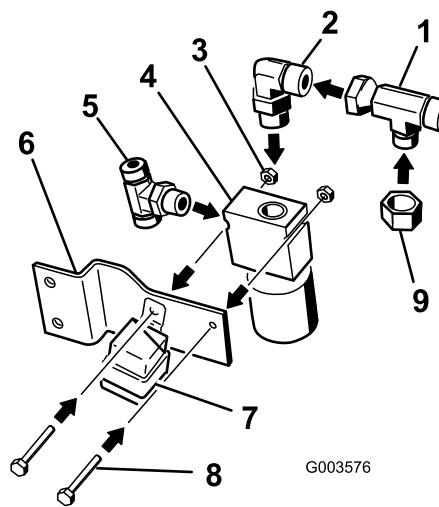

Figura 12
- Montate i raccordi rispettando gli angoli illustrati nelle figure. Montate il raccordo a T sul lato della valvola. Fate riferimento alla Figura 12 per sapere qual è il raccordo a T corretto.
- Montate un gomito a 90° piccolo sopra la valvola (Figura 12).
- Montate l'adattatore a T sul gomito a 90° . Fate riferimento alla Figura 12 per sapere qual è il raccordo a T corretto.
- Montate il tappo sull'adattatore a T (Figura 12).
- Installate la valvola sulla relativa staffa con 2 bulloni ($\frac{1}{4}$ " x $1\frac{3}{4}$ ") e 2 dadi ($\frac{1}{4}Figura 12.$